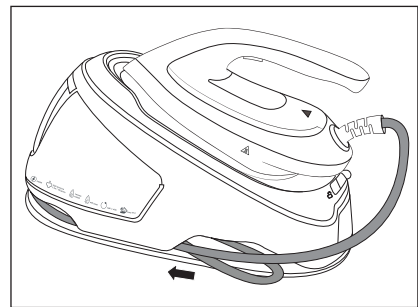

Fig. 9
- 5) Unire il flessibile di alimentazione **16** al centro e infilarlo nello scomparto **8** dell'apparecchio (vedere fig. 9).